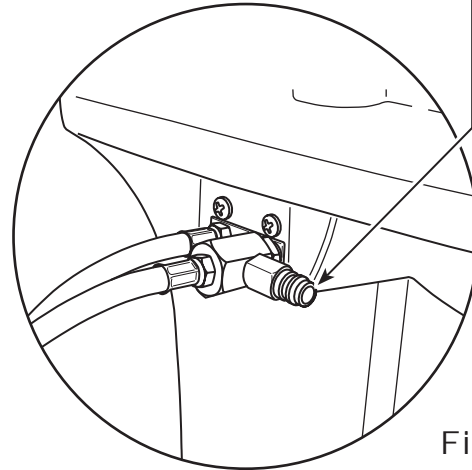

Figura 24
1. Con la máquina todavía conectada al vehículo y los acopladores abiertos, conecte el acoplador del costado inferior (azul) del modelo 25700 a la toma de recuperación de contaminante en la parte posterior de la máquina. Consulte la Figura 24. Abra las válvulas de acoplamiento.